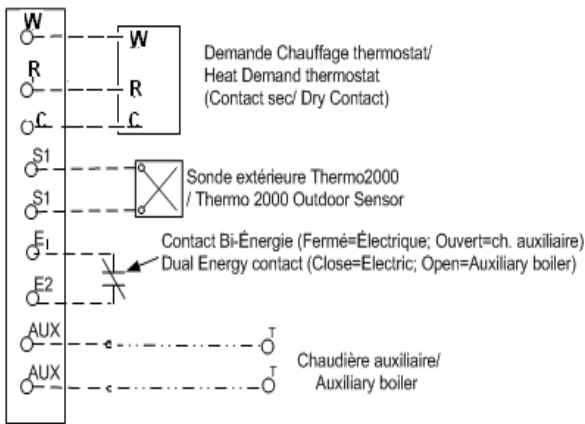

Figure 8 : Raccord sans valve 3 voies
- Si l'installation est telle qu'illustrée à la figure 8 donc avec une valve trois voies :**